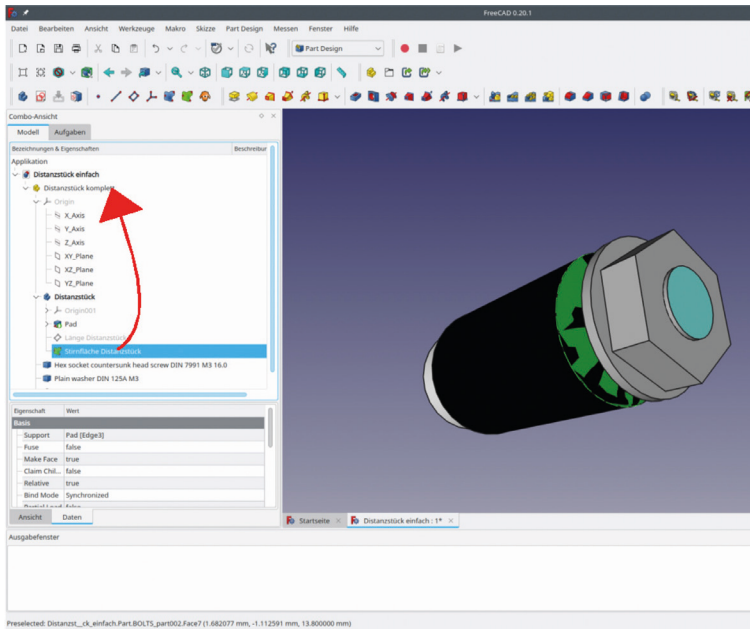

Bild 4-23
17. Um die Kommunikation mit den anderen Objekten zu ermöglichen, muss der Formbinder in der Baumansicht mit drag-and-drop in den Std-Part-Container "Distanzstück komplett" verschoben werden. Er erscheint jetzt auf derselben Hierarchiestufe wie die Schraube und die Unterlegscheibe (Bild 4-23).